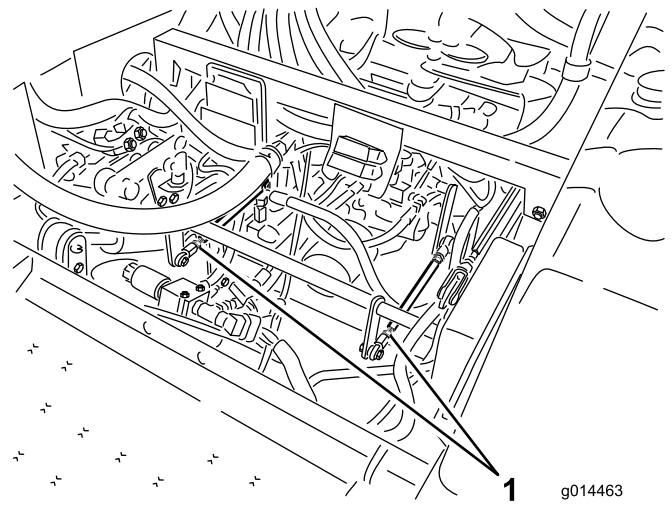

Figura 49
- Si el neumático trasero izquierdo está girando, afloje las contratuercas de la varilla de control de la transmisión del lado izquierdo (Figura 49).